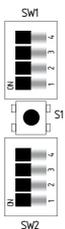

Fig. 3
Réglage des temps (voir Fig. 3 et 4)
- Les DIP switch se trouvent sous le couvercle frontal du module de sécurité (voir Fig. 3 et 4).